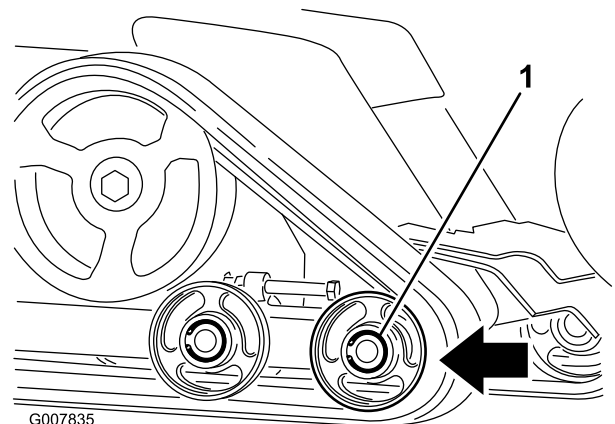

Bild 57
6. Drücken Sie das vordere Straßenvorderrad soweit es geht nach hinten (**Bild 57**).
8. Wenn Sie die Kette vom Straßensrad entfernt haben, nehmen Sie sie von der Maschine ab (Bild 57).
9. Legen Sie die neue Kette, beginnend beim Antriebsrad, um das Rad und stellen Sie sicher, dass die Stollen an der Kette zwischen die Distanzstücke am Kettenrad passen (Bild 57).
10. Drücken Sie die Kette unter und zwischen das hintere und mittlere Straßensrad (Bild 57).